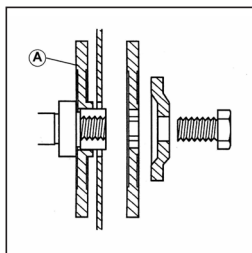

Fig. 1
- Coloque la brida "A" en el lado interior cuando el diámetro del eje del disco sea de $\varnothing 22,2$ mm ($\varnothing 7/8"$). **(Fig. 1)**